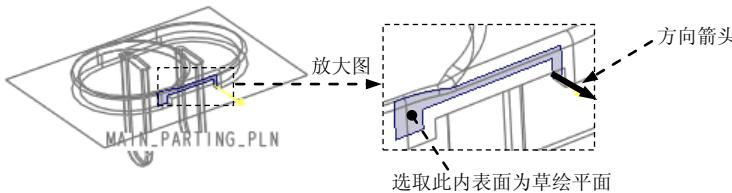

图 13.9 定义草绘平面
(1) 单击 **分型面** 功能选项卡 **形状** ▾ 区域中的 **拉伸** 按钮，此时系统弹出“拉伸”选项卡。
(2) 定义草绘截面放置属性。右击，从系统弹出的菜单中选择 **定义内部草绘...** 命令；在系统 **选择一个平面或曲面以定义草绘平面** 的提示下，采用“列表选取”的方法，选取图 13.9 所示的内表面为草绘平面，接受图 13.9 中默认的箭头方向为草绘视图方向，然后选取图 13.9 所示的 **MAIN_PARTING_PLN** 基准平面为参考平面，方向为 **上**。单击 **草绘** 按钮，至此系统进入截面草绘环境。